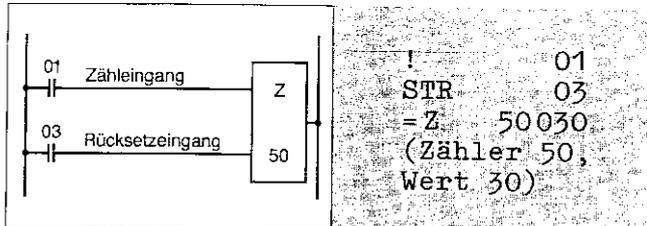

Bild 14.6
g) Bei der Programmierung von Zählern und Schieberegistern, welche zwei oder mehr Eingänge haben, muß mit spezifischen (festgelegten) Programmierbefehlen gearbeitet werden (s. z.B. Bild 14.6).